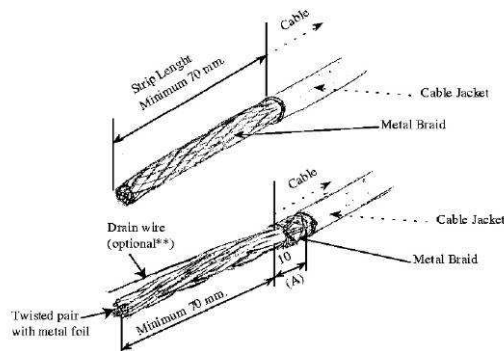

Figure 2 / Abbildung 2
2. Fold the metal braid back; approx. 10mm over the jacket (see figure 2).
2. Geflechschirm nach hinten umlegen und auf 10mm Breite auf Mantel verdrehen (siehe Abbildung 2).